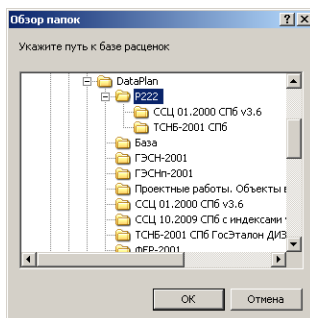

Рис. 5.7 Диалоговое окно «Обзор папок».
1. В раскрывающемся списке «Путь к БД» укажите расположение новой *базы данных*. Для этого воспользуйтесь кнопкой . В открывшемся диалоговом окне «Обзор папок» (Рис. 5.7) выберите локальный диск и каталог с новой *базой расценок*. Нажмите кнопку «ОК».